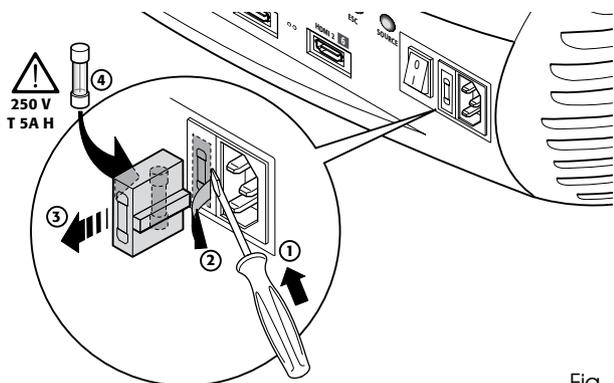

Fig. 3
O local onde fica alojado o fusível encontra-se próximo do conector da rede eléctrica (Fig. 3). Retire, com a ajuda de uma chave de fenda plana, o conector porta-fusível (2) e substitua o fusível (3). De seguida, insira o fusível sobresselente (4). Utilize unicamente fusíveis do tipo T 5A H.